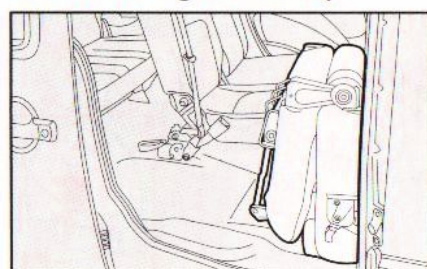

Abb. 59b
- Das gesamte Sitzkissen anheben **Abb. 59b**.